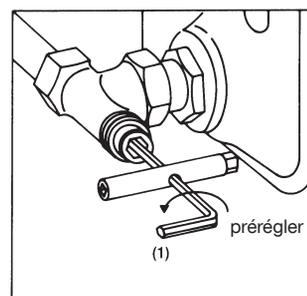

Fig. 2
- 1.3 Ensuite préréglager le clapet avec la clé à six pans (clé de 4) (1) en donnant le nombre de tours à gauche prévu selon le diagramme (fig. 2).
- 4.5 Ouvrir le clapet en le tournant vers la gauche à l'aide d'une clé à six pans (clé de 4) (1) (fig. 2). Purger le radiateur.